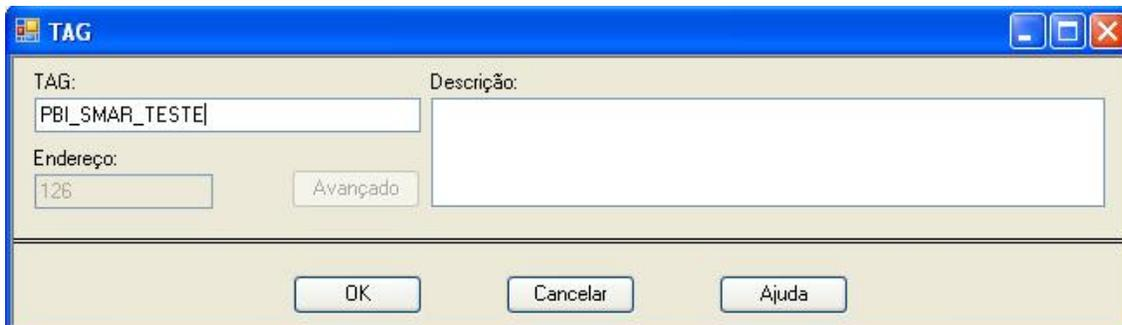

Figura 2.7 – Configuração do Software AssetView STANDALONE
- 5) Ao selecionar a opção “PBI-PLUS” e dando “OK”, aparecerá uma tela onde um TAG para a PBI-PLUS deverá ser escolhido. Ver Figura 2.7.